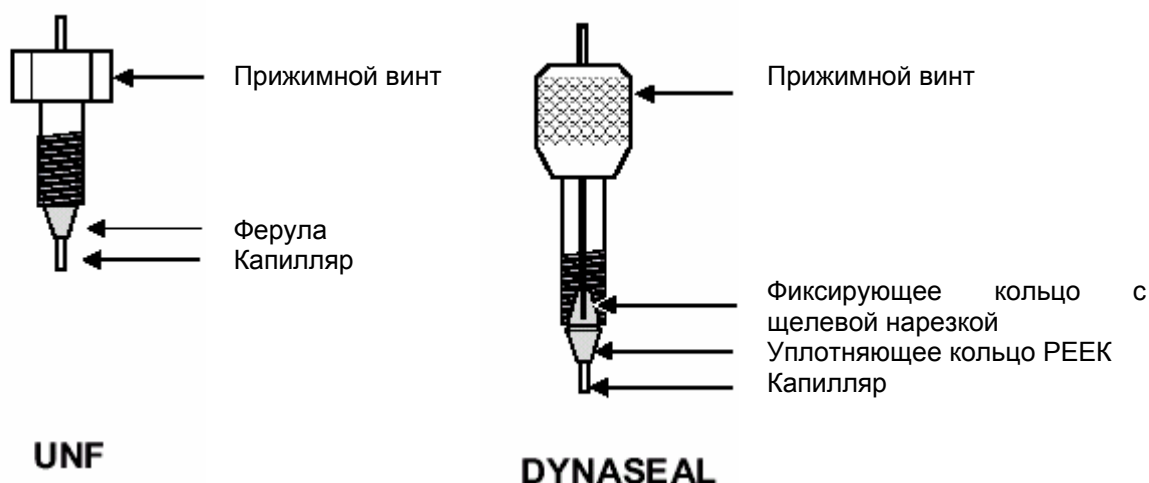

Рис.1 Подсоединения капилляров UNF и DYNASEAL
Все подсоединения должны быть выполнены таким образом, чтобы мертвый объем был сведен к минимуму. На рис.1 представлена схема подсоединений UNF и DYNASEAL.
2. Наденьте прижимной винт, фиксирующее кольцо с щелевой нарезкой и уплотняющее кольцо на капилляр. Будьте предельно внимательны, соблюдая последовательность и расположение уплотнений (см. рис.1).
2. Наденьте прижимной винт и ферулу на капилляр. Будьте предельно внимательны, соблюдая последовательность и расположение уплотнений (см. рис.1).